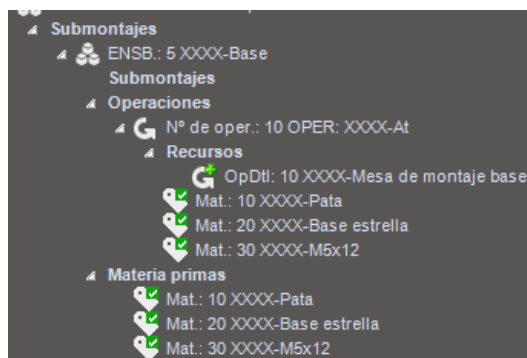

Imagen 49. Vista árbol
4. **Observar** que ahora todas las materias primas están en **verde** (imagen 49), en caso contrario repasar los pasos anteriores con la materia prima que aparezca en rojo